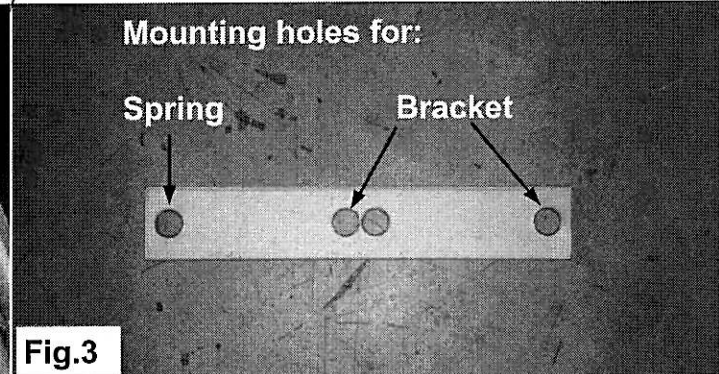

Fig.3
2. Montez la plaquette du CFA avec le boulon A dans l'orifice du support d'origine. Veillez à ce que la plaquette soit positionnée le plus possible vers l'avant du véhicule et qu'elle soit parallèle au support original. Utilisez les orifices indiqués. Perceez à présent un trou de 8 mm dans l'orifice inférieur et montez le boulon B. Voir fig. 3 et 4.
2. Monte la placa LAR con el perno A, en el hueco del soporte original. Procure que la placa se encuentre lo más cerca posible del lado delantero del coche y que sea paralela al soporte original. Utilice los huecos indicados. Taladre ahora un hueco de 8 mm en el hueco inferior y monte el perno B. Véase fig. 3 y 4.